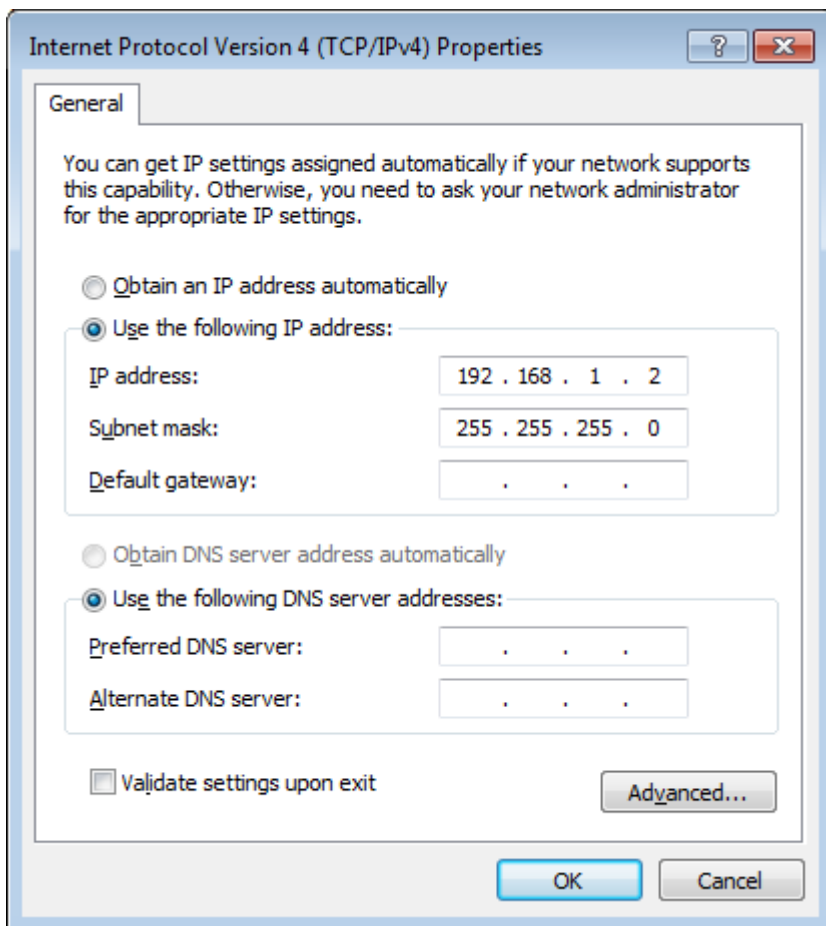

Figure 1.17: PC 的静态 IP 配置
1. 使用其中一块网卡，并使用 IP 地址 `192.168.1.n`（其中 $n=[2\dots9]$ ）将其设置为 TCP/IPv4 中的静态 IP 和掩码 `255.255.255.0`，请参见 Figure 1.17（路径：`Control Panel → Internet Options → Network and Internet → Network and Sharing Center → Local Area Connection → Properties`）。